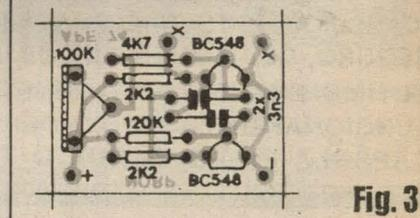

Fig. 3
- FIG. 3 - **CHAPEADO DA MONTAGEM** - Agora vista pelo seu lado não cobreado, a plaquinha traz as costureiras e claras indicações das posições, valores, códigos, polaridades, etc., dos componentes - em estilizações já bem conhecidas dos leitores/hobbystas... Lembrar que os dois transistores são componentes polarizados (os únicos do circuitinho...), e assim seus lados *chatos* devem ficar orientados rigorosamente conforme indica o diagrama, para que não ocorra troca de posição dos respectivos terminais... Quanto a capacitores e resistores comuns (não polarizados), podem ser ligados *daqui pra lá* ou *de lá pra cá*, sem problemas... Entretanto, seus *valores* devem ser precisos e cuidadosamente lidos e identificados *antes* da inserção/soldagem... Quem ainda for novato no hobby, deverá consultar o **TABELÃO APE**, para não *dançar*... Outro conselho aos iniciantes: ler atentamente as **INSTRUÇÕES GERAIS PARA AS MONTAGENS** *antes* de começar os procedimentos de soldagem... O *trim-pot* apresenta, originalmente, terminais dispostos em "S" e um pouco mais *taludos* do que os pinos e *pernas* das demais peças... Assim, duas providências devem ser tomadas para que não ocorram dificuldades na inserção dos ditos terminais: retifica-los, *achatando* o "S" com um alicate de bico, tornando-os *retos*, e fazer furos nas respectivas ilhas, com diâmetro compatível (1,5 mm, contra o convencional 0,8 a 1,0 mm, para os demais componentes...). Terminadas as soldagens, uma boa conferência deve ser feita, verificando se transistores e demais